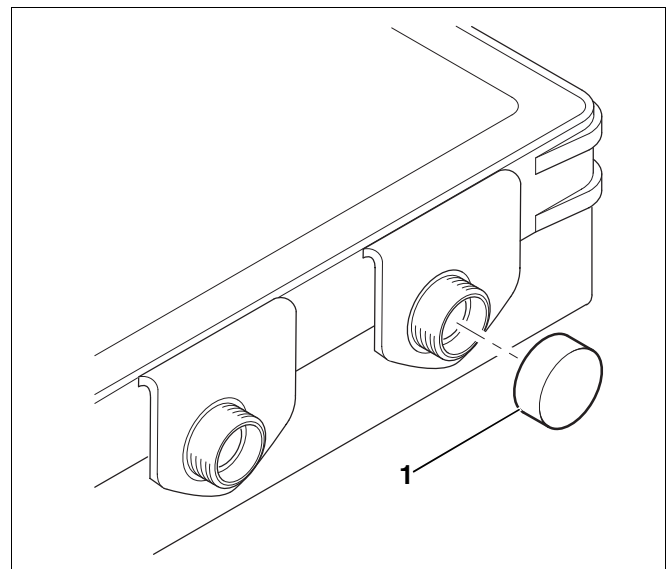

Abb. 40 Schutzkappen (rechte Seite) abnehmen
- Nehmen Sie die Schutzkappen (Abb. 40, **Pos. 1**) an der rechten Kollektorseite ab.